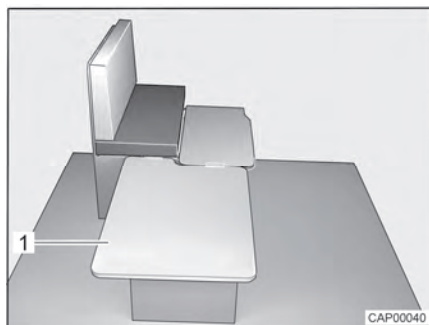

Bild 52 Under ombyggnaden
- Häng på stödplatta (Bild 52,1) sidledes på sittbänken och lägg på bordet.